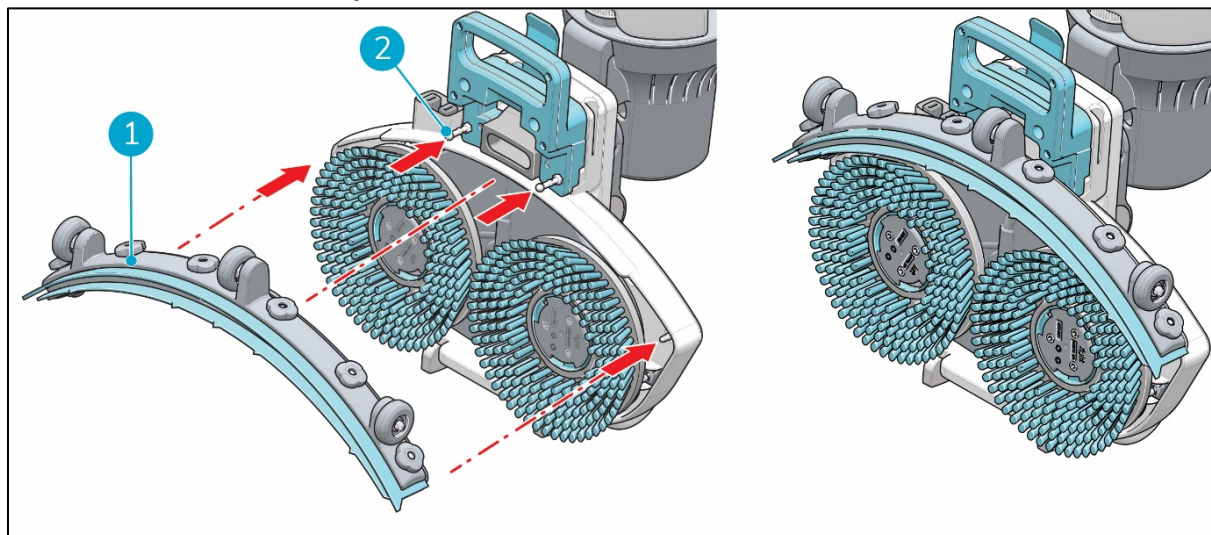

Figura 10
2. Alinea los pasadores de la bandeja de fregado (Figura 10, pos. 2) con los orificios de la espátula (Figura 10, pos. 1).